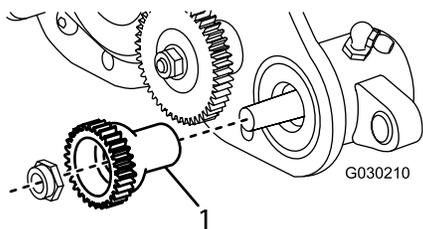

Figure 11
7. Appliquez de la graisse sur la surface du joint du pignon mené, comme montré à la Figure 11.